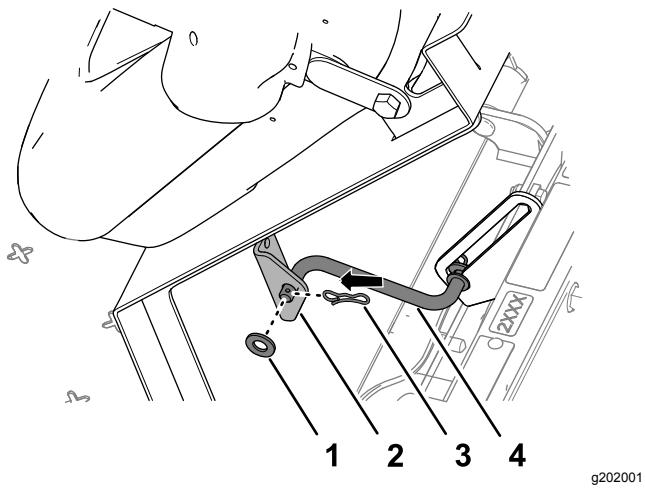

## Bild 220
3. Montieren Sie die Sitzpfanne mit den zwei Lagerbolzen an den Chassishalterungen (Bild 220).
4. Befestigen Sie die Lagerbolzen mit den zwei Splinten an der Maschine (Bild 220).